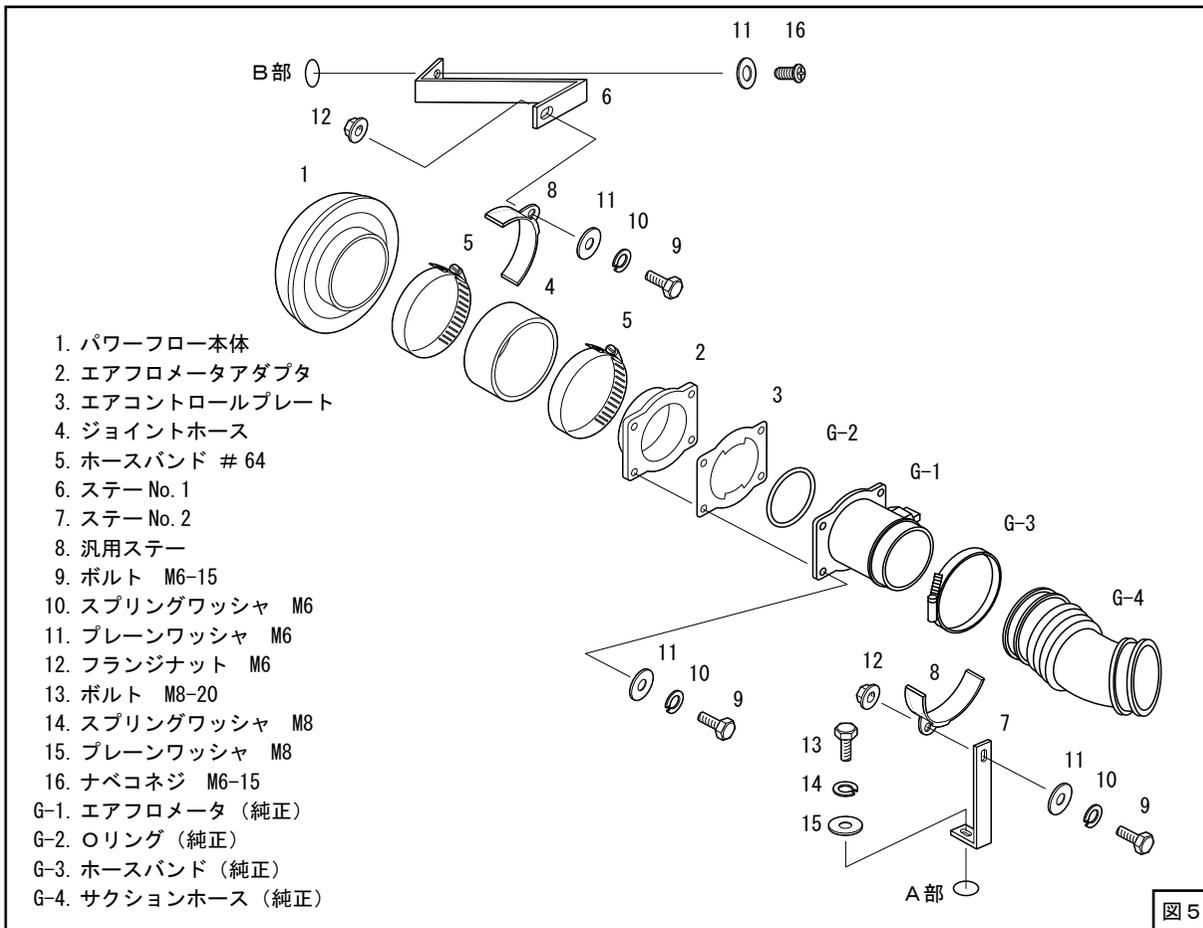
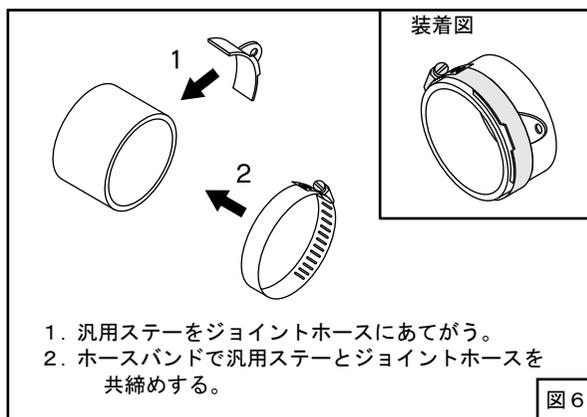

図5
図6
- (1) ステア No.1 をB部に、ステア No.2 をA部に、それぞれ仮付けしてください。(図5)
- (2) キットパーツを仮付けしてください。(図5、図6)